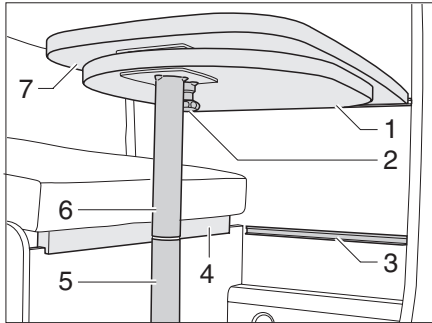

Bild 42 Hängbord med delbart stödben
- ▶ Dra ut kanppen (Bild 42,2) för föregglingen nedåt och sväng ut bordsförlängningen (Bild 42,1).
- ▶ Sväng ut bordsförlängningen (Bild 42,1) under bordsskivan (Bild 42,7) tills låsanordningen hörbart hakar fast.
- ▶ Sätt vid behov upp multiplexlisten (Bild 42,4) vid sittbänken.
- ▶ Sväng ut bordsförlängningen (Bild 42,1).
- ▶ Lyft upp bordsskivan (Bild 42,7) ca 45° framtilt.
- ▶ Drag ned den nedre delen av stödbenet (Bild 42,5) och fäll ned det åt sidan.
- ▶ Häng bordsskivan i 45° vinkel med hållaren i den nedre fästlisten (Bild 42,3) och med den övre delen av stödbenet (Bild 42,6) på golvet.